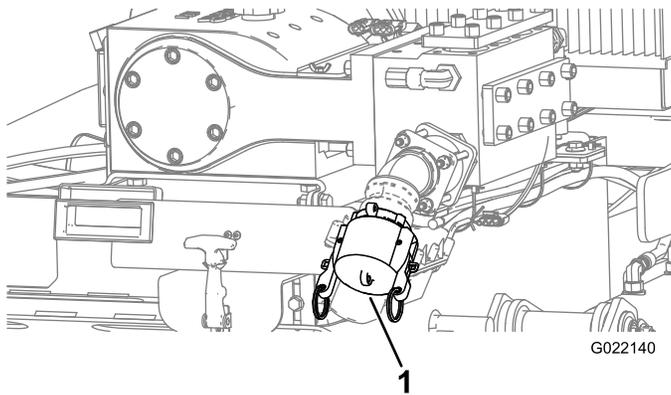

Bild 152
C. Stellen Sie sicher, dass der Deckel am Einlass der Bohrfüssigkeitspumpe angebracht ist (Bild 152).